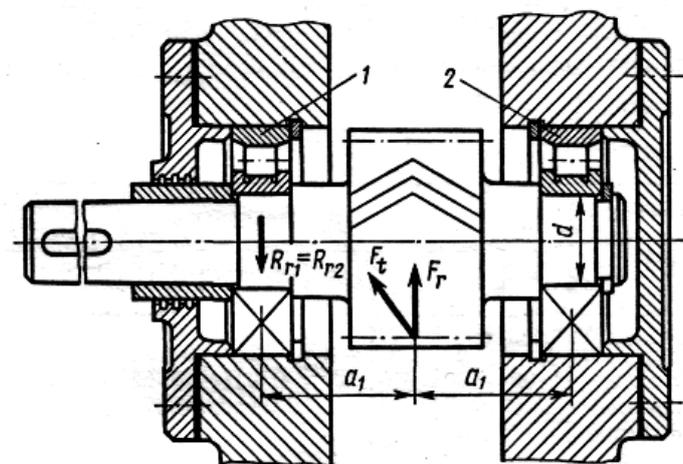

Рисунок 18. (к задачам 85, 86)
**Задача 85.** Для ведущего вала шевронной передачи цилиндрического редуктора подобрать по ГОСТу роликоподшипники 1, 2 радиальные с короткими цилиндрическими роликами (рис. 18). На зубья шестерни действуют силы: окружная  $F_t$  и радиальная  $F_r$ . Вычислить силу  $F_r$ , приняв  $\alpha_w = 20^\circ$ ;  $\beta = 30^\circ$ . Диаметр цапф вала  $d$ , а частота вращения  $n = 980$  об/мин. Требуемая долговечность подшипников  $L_{\text{нтр}}$ . Расстояние  $a_1 = 1,7d$ . Рабочая температура
**Задача 86.** Ведущий вал шевронной передачи цилиндрического редуктора установлен на роликоподшипниках 1, 2 радиальных с короткими цилиндрическими роликами (см. рис. 18). Определить расчетную долговечность подшипников  $L_{10h}$ , если на зубья шестерни действуют окружная  $F_t$  и радиальная  $F_r$  силы, а частота вращения вала  $n$ , об/мин. Вычислить силу  $F_r$ , приняв  $\alpha_w = 20^\circ$ ,  $\beta = 35^\circ$ . Рабочая температура подшипников  $t < 100^\circ\text{C}$ . Данные своего варианта принять по табл. 31.